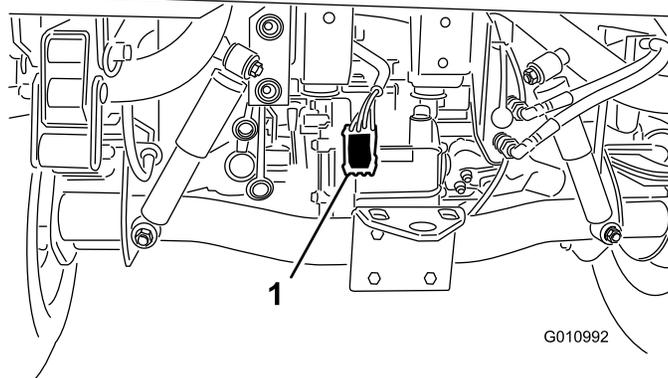

Рисунок 8
5. Проложите жгут проводов вдоль основного жгута проводов к задней части автомобиля (Рисунок 8).